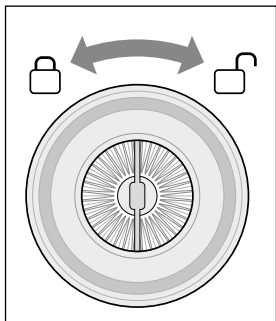

Abb. 9
2. Achten Sie auf die Schlosssymbole auf dem Deckel des Staubfilters **5**. Drehen Sie den Staubfilter **5** nach rechts in Richtung -Symbol und ziehen Sie ihn dann aus dem Filtergehäuse **4** (siehe Abb. 9 und 10).
5. Setzen Sie den Staubfilter **5** wieder in das Filtergehäuse **4** und drehen Sie ihn nach links in Richtung -Symbol, bis er fest im Filtergehäuse **4** sitzt (siehe Abb. 9).